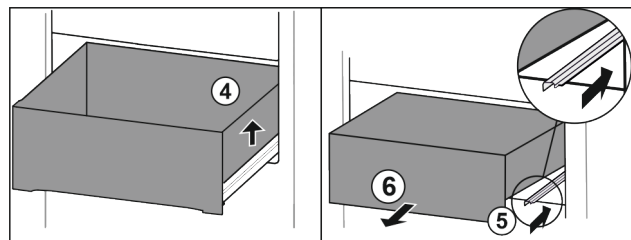

Fig. 78
▶ Schubfach rechts anheben. Fig. 78 (4)
▶ Rechte Schiene einschieben. Fig. 78 (5)
▶ Schubfach nach vorne entnehmen. Fig. 78 (6)